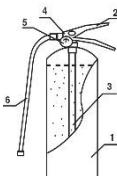

Рис. 1
4.1. Огнетушитель (рис. 1) состоит из корпуса 1, наполненного огнетушащим порошком. На горловине закреплено запорно-пусковое устройство 4 с индикатором давления 5. ЗПУ оснащено рукояткой для переноски огнетушителя и ручкой для управления подачей порошка 2. Огнетушитель оснащен сифонной трубкой 3, гибким рукавом 6 (кроме ОИ-1, ОИ-2, ОИ-3) и распылителем для получения факела распыленного порошка. Огнетушитель оснащен чекой для предотвращения саморазбрызгивания.